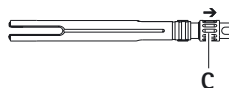

Fig. 1
- Dévisser la vis de blocage **C** dans le sens de la flèche jusqu'à ce que le filetage soit visible en direction de l'extrémité de travail, voir Fig. 1.